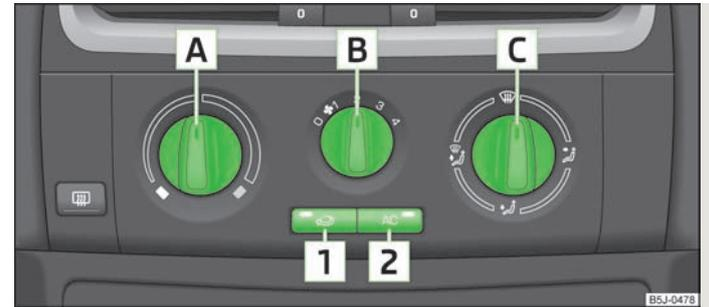

Fig. 73 Climatizzatore: Comandi
La funzione di refrigerazione funziona soltanto se il tasto **AC** **2** » fig. 73 è premuto e se risultano soddisfatte le seguenti condizioni:
- Per aumentare la temperatura, ruotare la manopola **A** » fig. 73 verso destra.
- Per inserire il ventilatore, portare l'interruttore del ventilatore **B** » fig. 73 in una delle posizioni da 1 a 4.
- Con la manopola **C** » fig. 73 sarà possibile regolare la direzione del getto d'aria » pagina 71.
- Premere il tasto **AC** **2** » fig. 73, nel tasto si accenderà la spia di controllo.
- Elementi di comando **A** » fig. 73, **B**, **C** e tasti **1** e **2**.
➤ Premere il tasto  **1** » fig. 73; nel tasto si accenderà la spia di controllo.
➤ Premere nuovamente il tasto  **1**, » fig. 73 la spia di controllo si spegnerà.
Se la manopola **C** » fig. 73 si trova in posizione , il ricircolo si disinserisce automaticamente. Premendo ripetutamente il tasto  è possibile reinserire il ricircolo anche in questa posizione. ▶